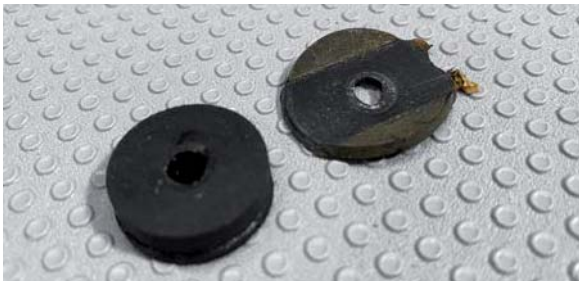

Bild 17: Die Ersatzunterlegscheiben waren für diesen Zweck zu dick.
- 1) Das erste Problem war, die neuen Gummischeiben in das Gehäuse zu bekommen. Ich habe sie gekauft, um die alten zu ersetzen, die völlig abgenutzt waren (Bild 17). Sie waren aber zu dick, also musste ich sie halbieren, damit die Konstruktion besser passt. Ich bin davon ausgegangen, dass durch das Festziehen der Schrauben von unten die Gummischeiben ausreichend zusammengequetscht würden. Ich konnte aber nicht einmal den vorderen linken Teil einpassen, um mit dem Einschrauben der Schrauben zu beginnen. Nach ein wenig Herumexperimentieren funktionierte es letztlich doch.